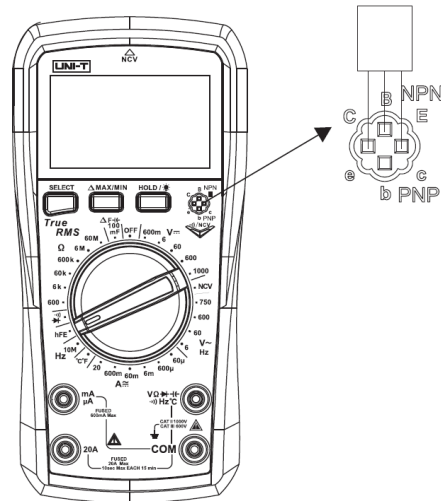

Рисунок 5
**5. Измерение hFE транзисторов (Рисунок 5)**